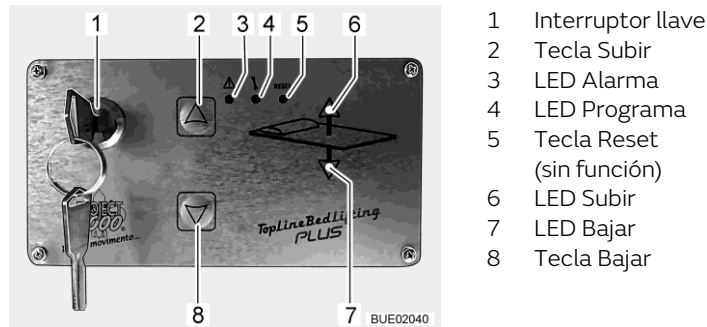

Fig. 134 Elemento de mando
Con las teclas (Fig. 134,2 y 8) en el elemento de mando (Fig. 134), se subirá o bajará la cama elevada. Con el interruptor llave (Fig. 134,1), se bloqueará el elemento de mando contra su utilización no autorizada.
- Introducir la llave en el interruptor llave (Fig. 134,1) y girar 90° en sentido de las agujas del reloj. El elemento de mando (Fig. 134) está activado. Esperar hasta que ambas luces de control (Fig. 134,6 y 7) estén encendidas de color verde.
- Pulsar la tecla de flecha (Fig. 134,8) y mantenerla pulsada hasta que la cama alcance la siguiente posición inferior programada. Durante el movimiento de la cama estará iluminada la luz de control verde (Fig. 134,7).
- En caso necesario, volver a pulsar la tecla de flecha (Fig. 134,8) para alcanzar la siguiente posición.
- ▷ Para prevenir un manejo incorrecto involuntario, se podrá retirar la llave del interruptor llave (Fig. 134,1). Para ello, se tendrá que girar la llave de retorno en sentido contrario a las agujas del reloj.
- Introducir la llave en el interruptor llave (Fig. 134,1) y girar 90° en sentido de las agujas del reloj. El elemento de mando (Fig. 134) está activado. Ambas luces de control (Fig. 134,6 y 7) están iluminadas de color verde.
- Pulsar la tecla de flecha (Fig. 134,2) y mantenerla pulsada hasta que la cama alcance la siguiente posición superior programada. Durante el movimiento de la cama estará iluminada la luz de control verde (Fig. 134,6).
- En caso necesario, volver a pulsar la tecla de flecha (Fig. 134,2) para alcanzar la siguiente posición.